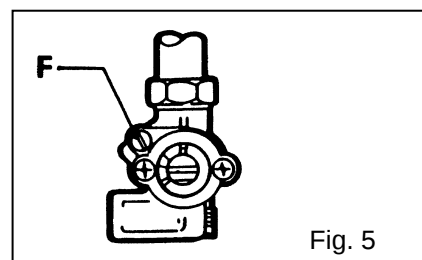

Fig. 5
5.3 Réglage du débit minimum (Fig. 5)